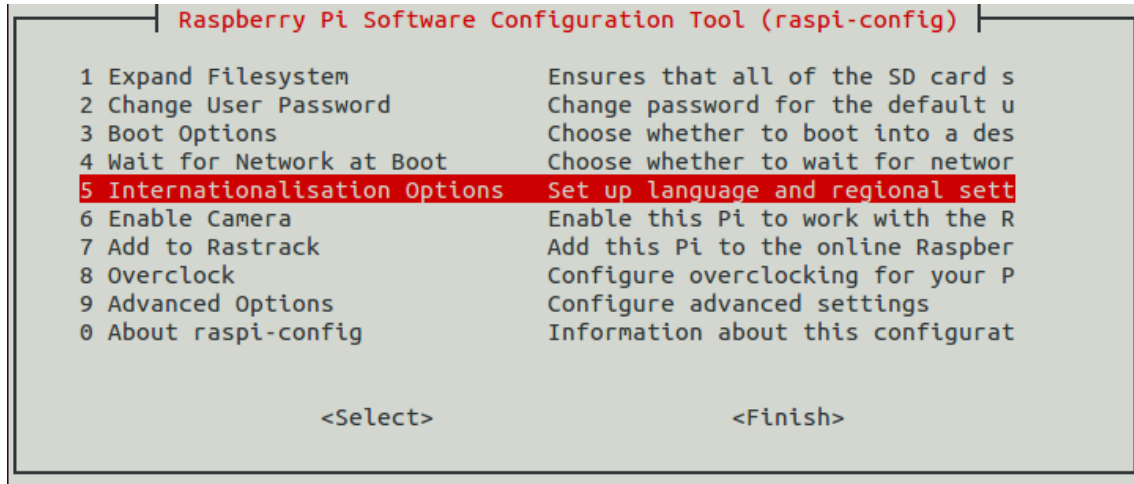

Figura 18.17: Tela do RaspiConfig
1. Selecione a opção 5 (Figura 18.17):